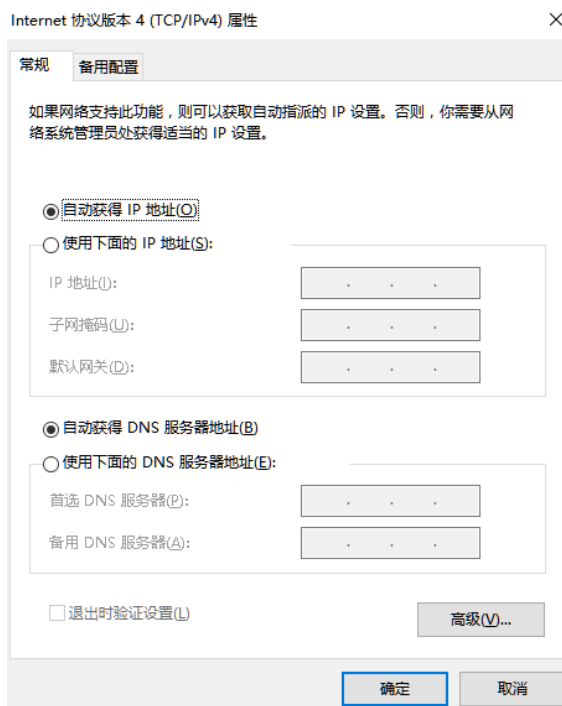

图2-1 本地网卡配置
1. 依次打开电脑上的控制面板》网络和 Internet》网络和共享中心》更改适配器配置，选择对应的网卡，将网卡配置成自动获得 IP 地址或者手动分配与设备同一网段地址，如图 2-1 所示。